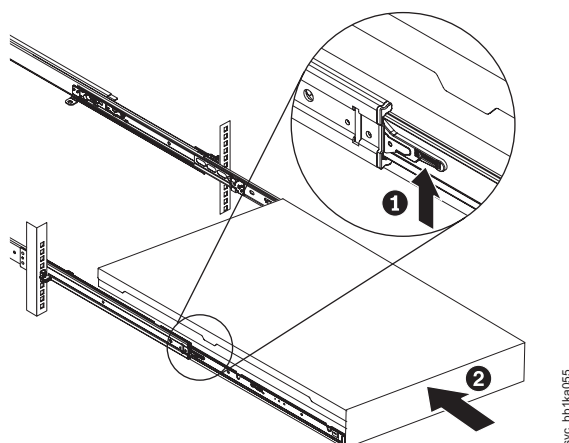

図 143. ラックのスライド・レールの SAN ボリューム・コントローラー 2145-CF8 ロック・レバーを上げる
9. スライド・レール上のロック・レバー (図 143 の **1**) を上げて、サーバー **2** を、所定の位置にカチッと音を立てて収まるまで、ラック内に完全に押し込みます。